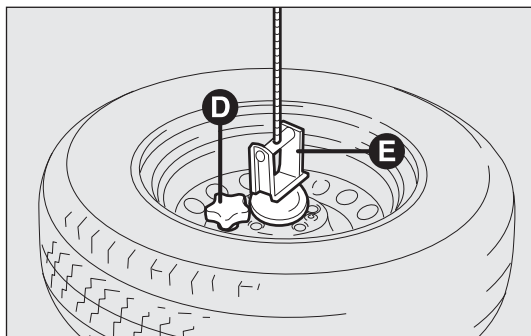

fig. 159
- ☐ desatornille el pomo de sujeción D-fig. 159 y suelte la rueda retirando el soporte E.
- ☐ coja la rueda sustituida, engánchela al soporte E fig. 159 y apriete el pomo D-fig. 159;